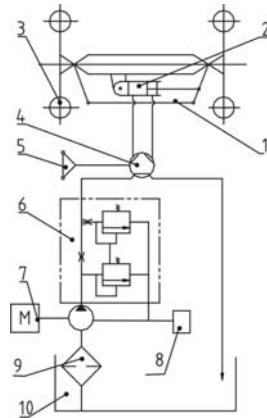

Рис. 10. Рабочий принцип полных гидравлических рулевых приводов.
5.4.1 Рабочий принцип и работа полной гидравлической рулевой передачи (Рис. 10).
Рабочий принцип полных гидравлических передач описан на Рис.10. Заднее осевое помещение (10) также используют как масляный бак рулевых передач. Низкое давление масла подается в системный насос (7) в дизельном двигателе (8) через 18 впускной трубопровод насоса. А высокое давление потока масла подается во все гидравлические рулевые приводы модели BZZ1 – E80 (4) и приводит в действие рулевой цилиндр (2) для рулевого действия, но слишком большой поток возвращается в насос через возвратный маслопровод. Клапан делителя потока FLD – F6 – H обеспечивает стабильную подачу масла, чтобы создать устойчивое рабочее состояние гидравлического рулевого привода.